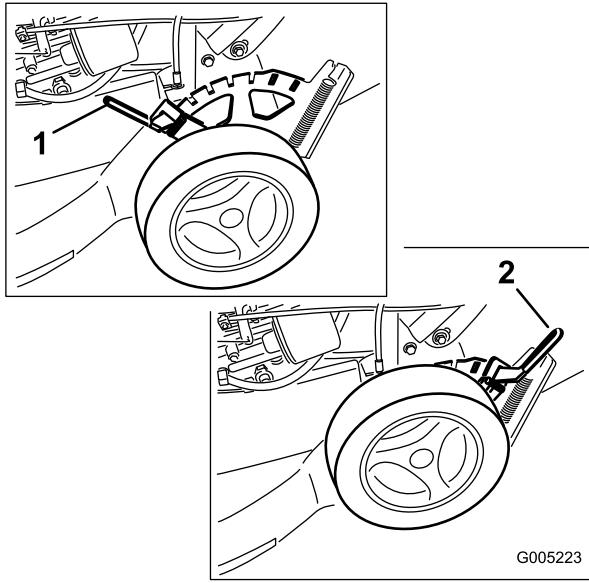

Bild 17
1. Ziehen Sie den Einstellhebel für die Radhöhe heraus und schieben Sie ihn in die gewünschte Stellung (Bild 17).
Die Vorderräder werden einzeln mit einem Hebel für das Einstellen der Radhöhe eingestellt (Bild 16). Die Hinterräder werden zusammen mit einem Hebel zum Einstellen der Radhöhe eingestellt, der sich über dem linken Hinterrad befindet (Bild 17).